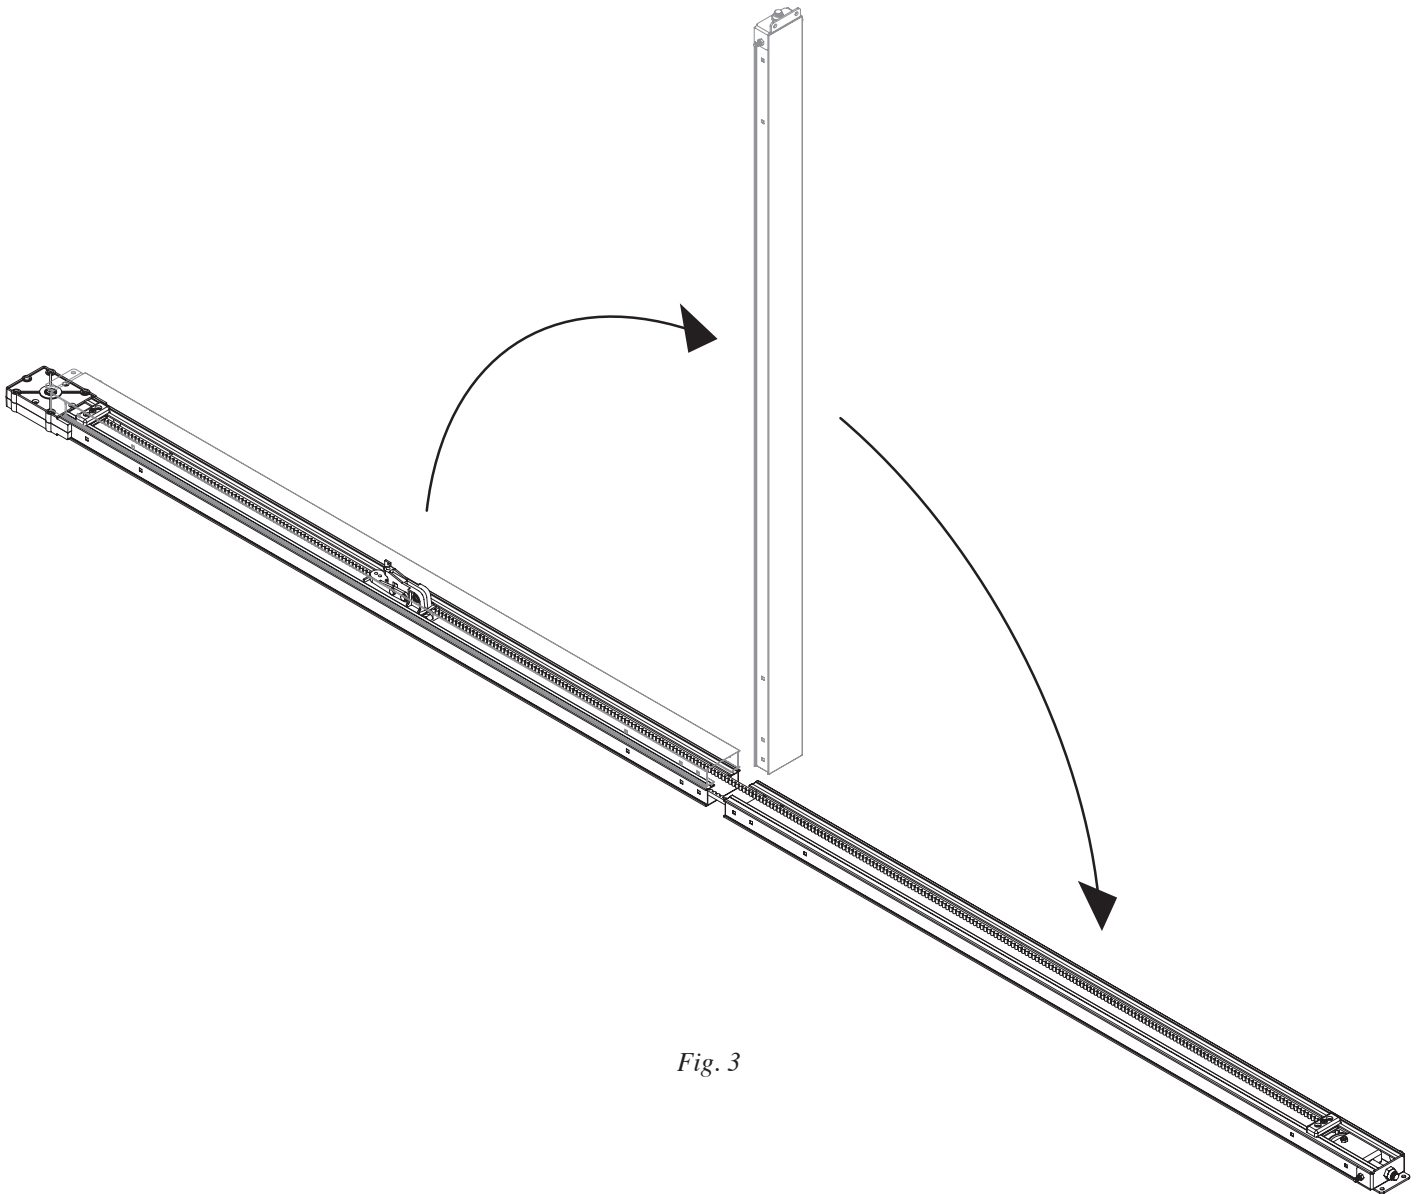

Fig. 3
- a) Die Schiene auf eine ebene Fläche wie in Abb. 3 gezeigt, legen